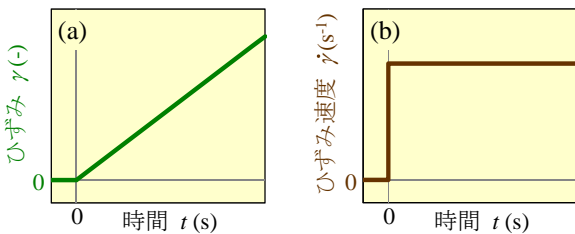

図3 定常流動における (a)ひずみと時間の関係、(b)ひずみ速度と時間の関係
せん断変形を例に、定常流動における時間とひずみの関係について述べます。図 3 (a)に示すとおり、定常流動とは、ある時間以降 [$t \geq 0$ (s)]、一定の割合でひずみを増加させ続けることを指します。
なお、図 3 (b)に示すひずみ速度 [$\dot{\gamma}$ (s⁻¹)] とは、ひずみが時間変化する割合、つまりひずみの時間微分 (式⑤) です。よって、定常流動において、ひずみ速度は $t \geq 0$ (s) で一定の値を示し、図 3 (a)の $t \geq 0$ (s)における直線の傾きが、ひずみ速度に相当します。